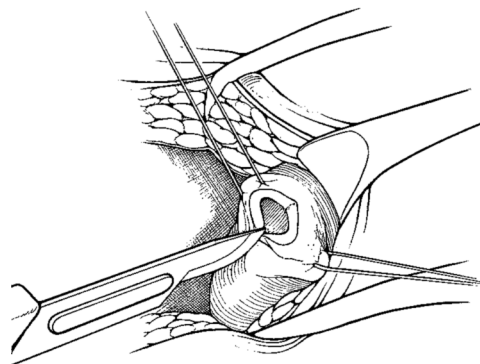

Figura 4-4. Corporotomia
6. Praticare un'incisione in uno dei corpi cavernosi (**Figura 4-4**).